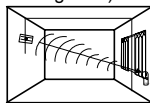

Figure 3
Pour obtenir les performances optimales, le ViTRON sans fil doit être monté aussi près que possible et face à la zone vitrée à protéger, comme représenté dans la figure 3.
- Monté sur le mur faisant face** - (Pour obtenir les meilleurs résultats, le ViTRON sans fil est centré face à la vitre, voir la figure 3).